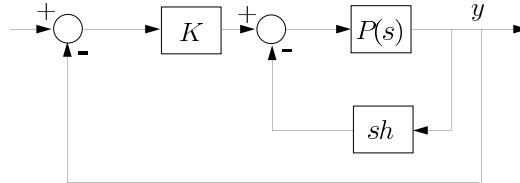
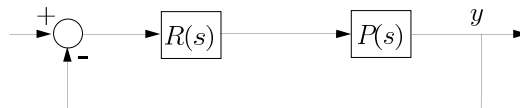

Figura 1
Figura 2
- [1] Un asservimento di posizione viene realizzato mediante lo schema riportato in Figura 1. Esso, oltre al motore ed all'amplificatore nella catena diretta, prevede due cicli di reazione: uno esterno, di posizione, mediante un potenziometro la cui funzione di trasferimento si può ritenere, per semplicità unitaria; uno interno, di velocità, mediante una dinamo tachimetrica la cui funzione di trasferimento si può porre pari a sh .
Si consiglia di ricondurre lo schema di Figura 1 ad uno schema equivalente del tipo di Figura 2.
- [2] Calcolare, per lo schema di Figura 2, con